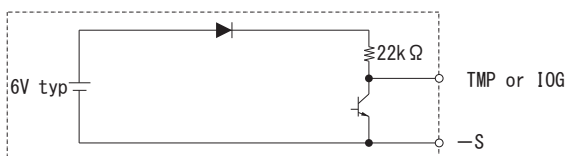

図 4.1 TMP、IOG 内部回路構成
■電源の過熱を検知すると、TMP がH→Lになります。TMP 回路の構成・仕様は、図 4.1・表 4.1 のようになります。
IOG 回路の構成・仕様は、図 4.1・表 4.1 のようになります。